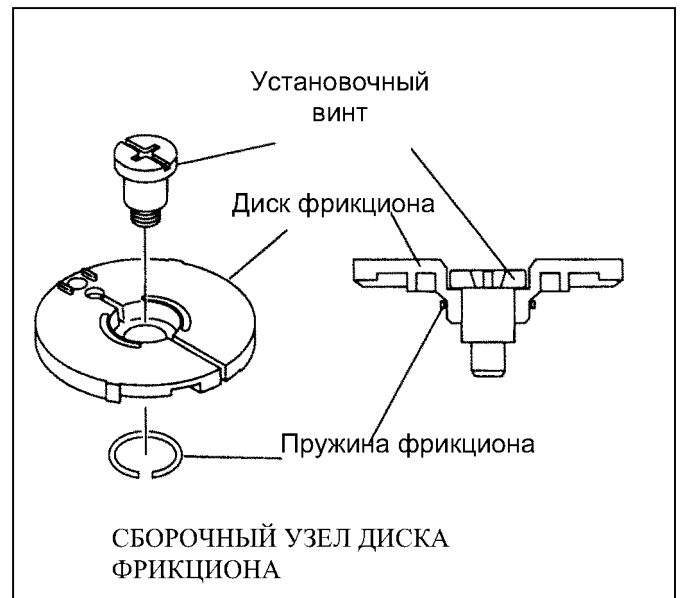
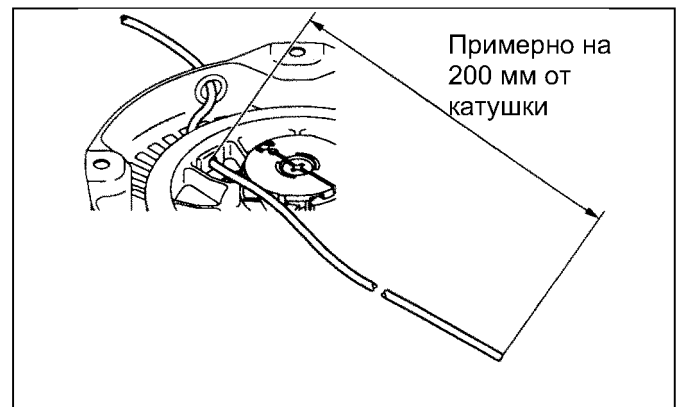

Рис. 10-5
Рис. 10-6
- 2: придерживая собачки, поставить на место диск фрикциона (рис. 10-5)
- (3) Затянуть установочный винт
- (4) Свернуть спиральную пружину
- 2: придержать катушку в положении, в котором отверстие катушки под шнур и направляющее отверстие в корпусе находятся напротив (см. рис. 10-6).